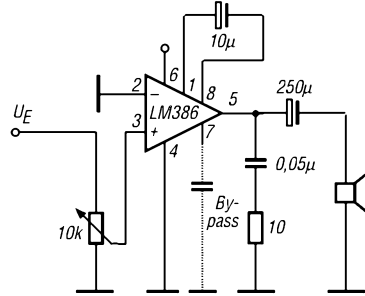
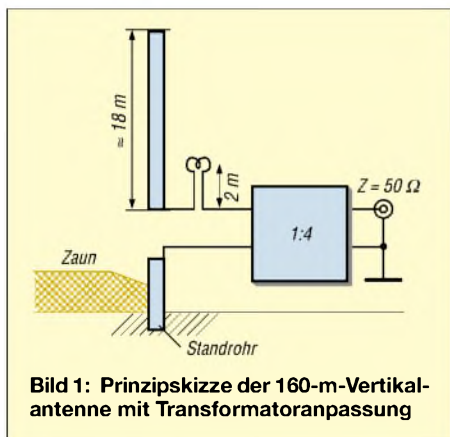

Bild 4: Verstärkung = 200 durch externe C-Beschaltung
Bild 1: Prinzipskizze der 160-m-Vertikalantenne mit Transformatoranpassung
- [1] Theurich, K., DG0ZB: FUNKAMATEUR Digest. 1. Auflage, Theuberger Verlag, Berlin 1998, S. 28, Bild 4; oder S. 279, Bild 1; oder S. 288, Bild 2 und 4
Bild 1 zeigt die prinzipielle Anordnung. Als Standrohr findet ein Stahlrohr mit 50 mm Durchmesser x 2 mm Wanddicke, 2 m lang Verwendung, das sich mit dem Vorschlaghammer 1,5 m tief in die Erde befördern